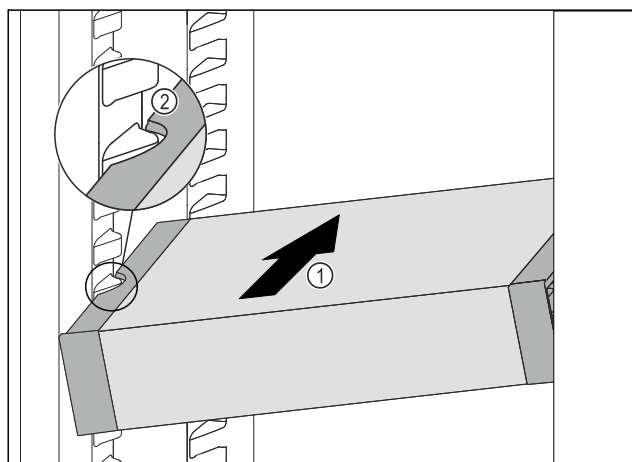

Fig. 36
- Zasuňte VarioSafe do chladničky pod úhlem tak Fig. 36 (1), aby vybrání na bocích Fig. 36 (2) VarioSafe byla na úrovni žebrování na nádoby v chladničce.